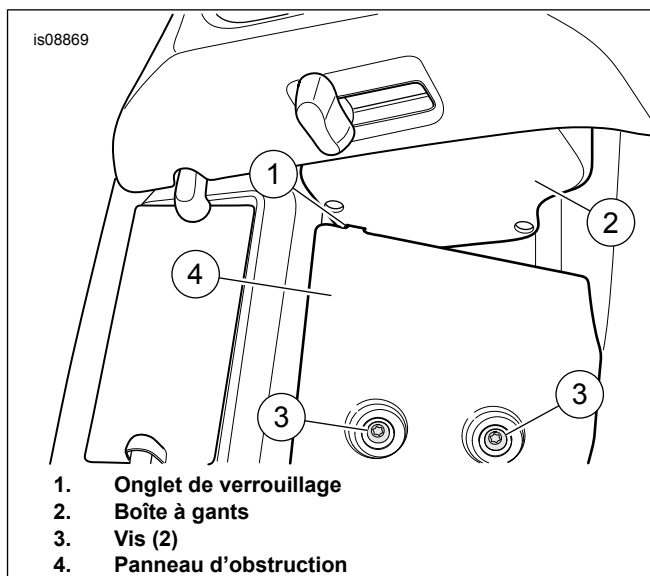

Figure 2. Patte de verrouillage et panneau d'obstruction
3. Voir la Figure 2. **À partir de l'avant :** Retirer les vis (3), les panneaux d'obstruction (4) et la boîte à gants (2).